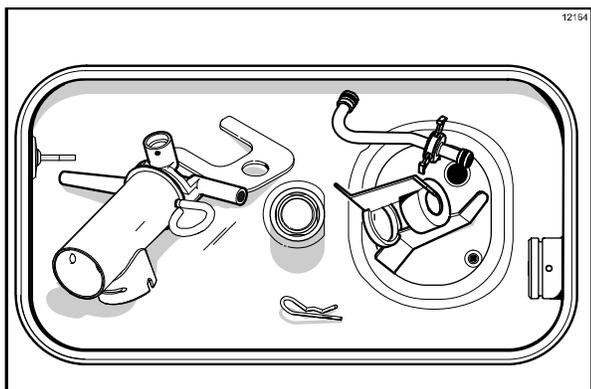

图 154
12. 将泵组件、泵夹、开尾插销和搅拌头放在储料槽的底部进行消毒。（见图 154。）